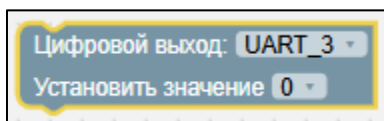

Рисунок 68 – Блок «Цифровой выход: UART\_X»
- 1) Блок «Цифровой выход: UART\_X» (см. Рисунок 68) – конфигурирует выбранный аппаратный UART для работы в режиме цифрового выхода и устанавливает на его выходной линии высокий или низкий логический уровень.